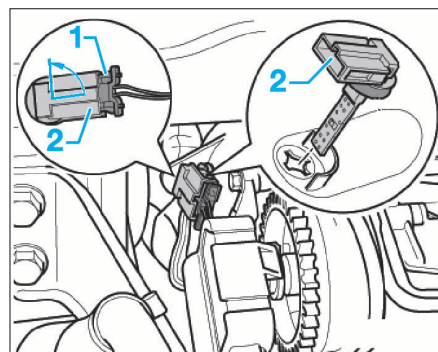

FIG. 45
- Débrancher le connecteur de température (1) (Fig.45).